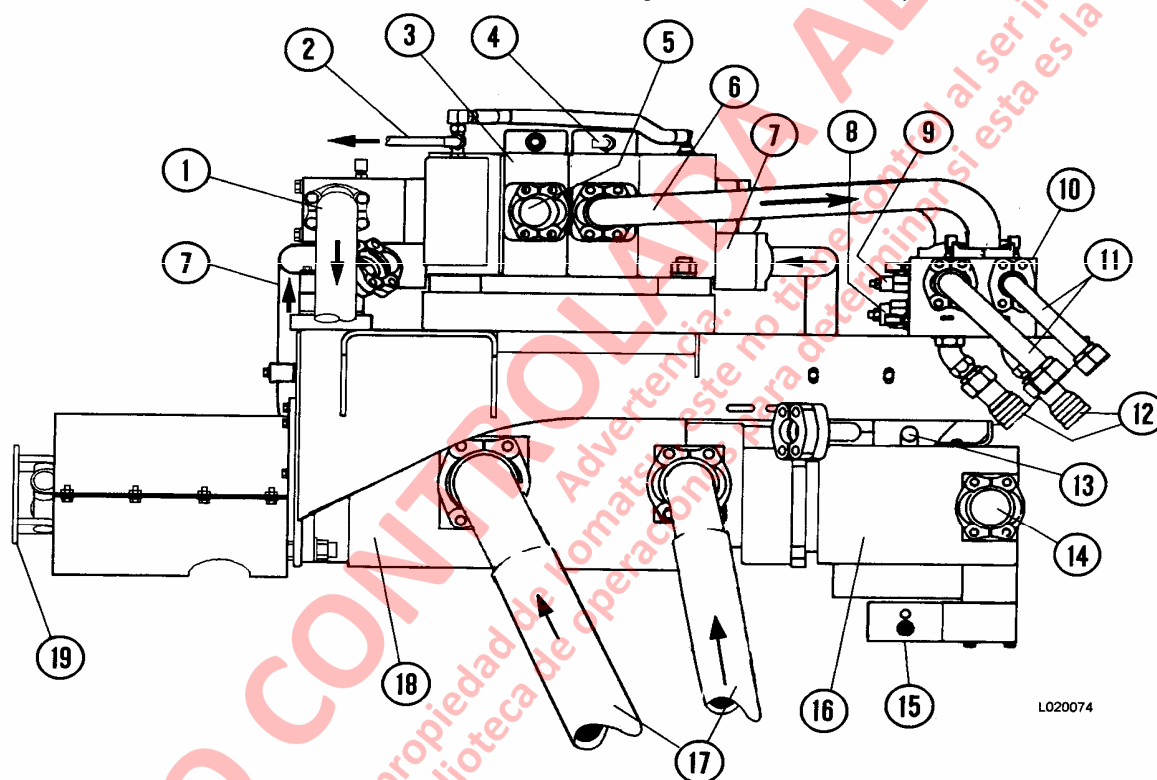
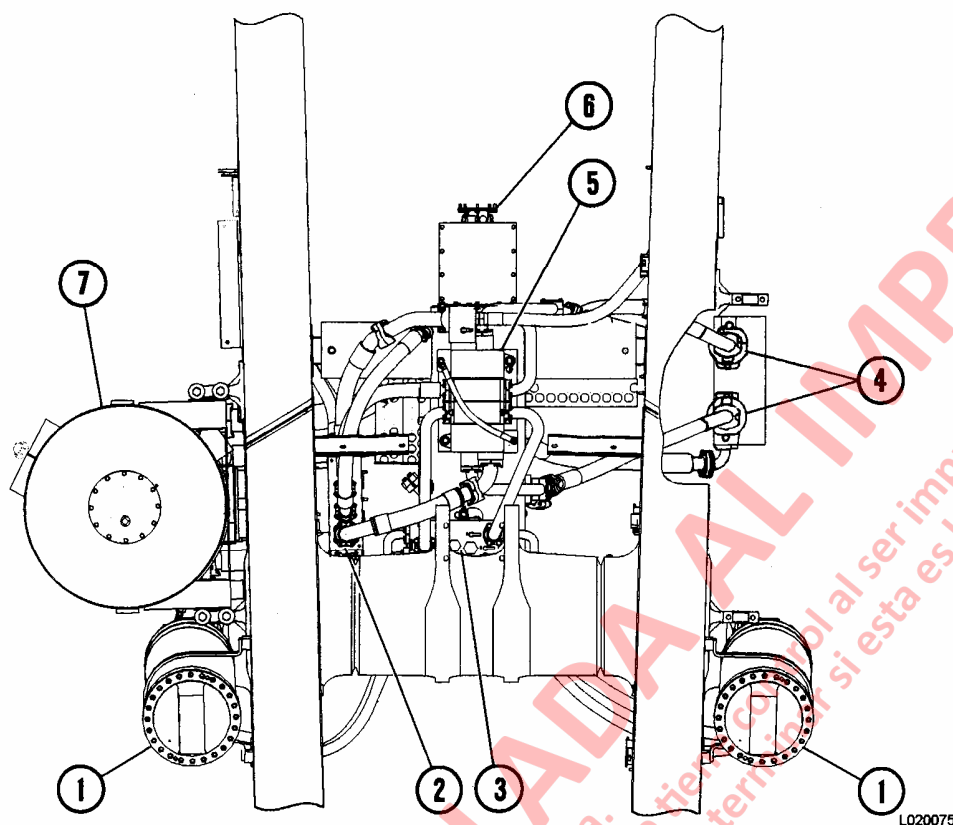

FIGURA 2-1. MODULO DE LA BOMBA HIDRAULICA
FIGURA 2-2. TUBERIA DE LA BOMBA DE ELEVACION (Vista Superior)
Las bombas hidráulicas (16) y (18, Figura 2-1) están montadas en una estructura modular detrás del alternador de tracción. El módulo de la bomba también contiene la válvula de elevación operada por piloto (3), que controla la operación de los cilindros de elevación durante las operaciones de volteo de la tolva. Un múltiple sobre el centro (10) contiene válvulas internas (8) y (9) usadas para asegurar una suave operación y máxima vida útil de los cilindros de elevación.
Los circuitos de elevación, dirección y frenos comparten un estanque hidráulico común (7, Figura 2-2). El estanque está ubicado en el lado izquierdo del chasis, delante de las ruedas traseras. La capacidad de servicio del estanque es de 947 l (250 gal.). Se recomienda usar en el sistema hidráulico aceite hidráulico Tipo C-4. El aceite utilizado en los circuitos de elevación, dirección y frenos fluye desde el fondo del estanque a través de coladores de succión de alambre de malla 100.
El aceite hidráulico proveniente del estanque es suministrado a una bomba del circuito de elevación tipo engranajes (18, Figura 2-1) de una capacidad nominal de 931 l/min. (246 gpm) @ 1900 RPM y 17.200 kPa (2500 psi). El aceite proveniente de la lumbrera de salida de la bomba va a los filtros de alta presión (4, Figura 2-2) y luego entra a la válvula de elevación (5).
El aceite hidráulico proveniente del estanque es suministrado a una bomba del circuito de freno y de la dirección compensada a presión, del tipo pistón (8, Figura 2-3) de capacidad nominal de 250 l/min (66 gpm) @ 1900 RPM @ 17.200 kPa (2500 psi). Una válvula de descarga (15, Figura 2-1) mantiene la presión del sistema entre 18 960 kPa (2750 psi) y 20 860 kPa (3025 psi).